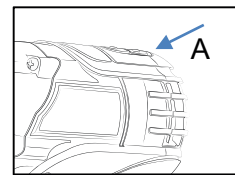

Abb. 3
- Das Gerät wird mit einer Batteriekapazitätsanzeige geliefert. Siehe (A) in Abb. 3